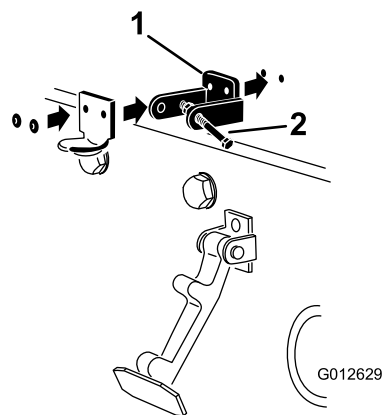

Figura 16
Nota: La staffa di bloccaggio deve essere contro il cofano (Figura 16). Non togliete il gruppo bullone e dado dal braccio della staffa di bloccaggio.
5. Rivettate le staffe e le rondelle al cofano (Figura 16).